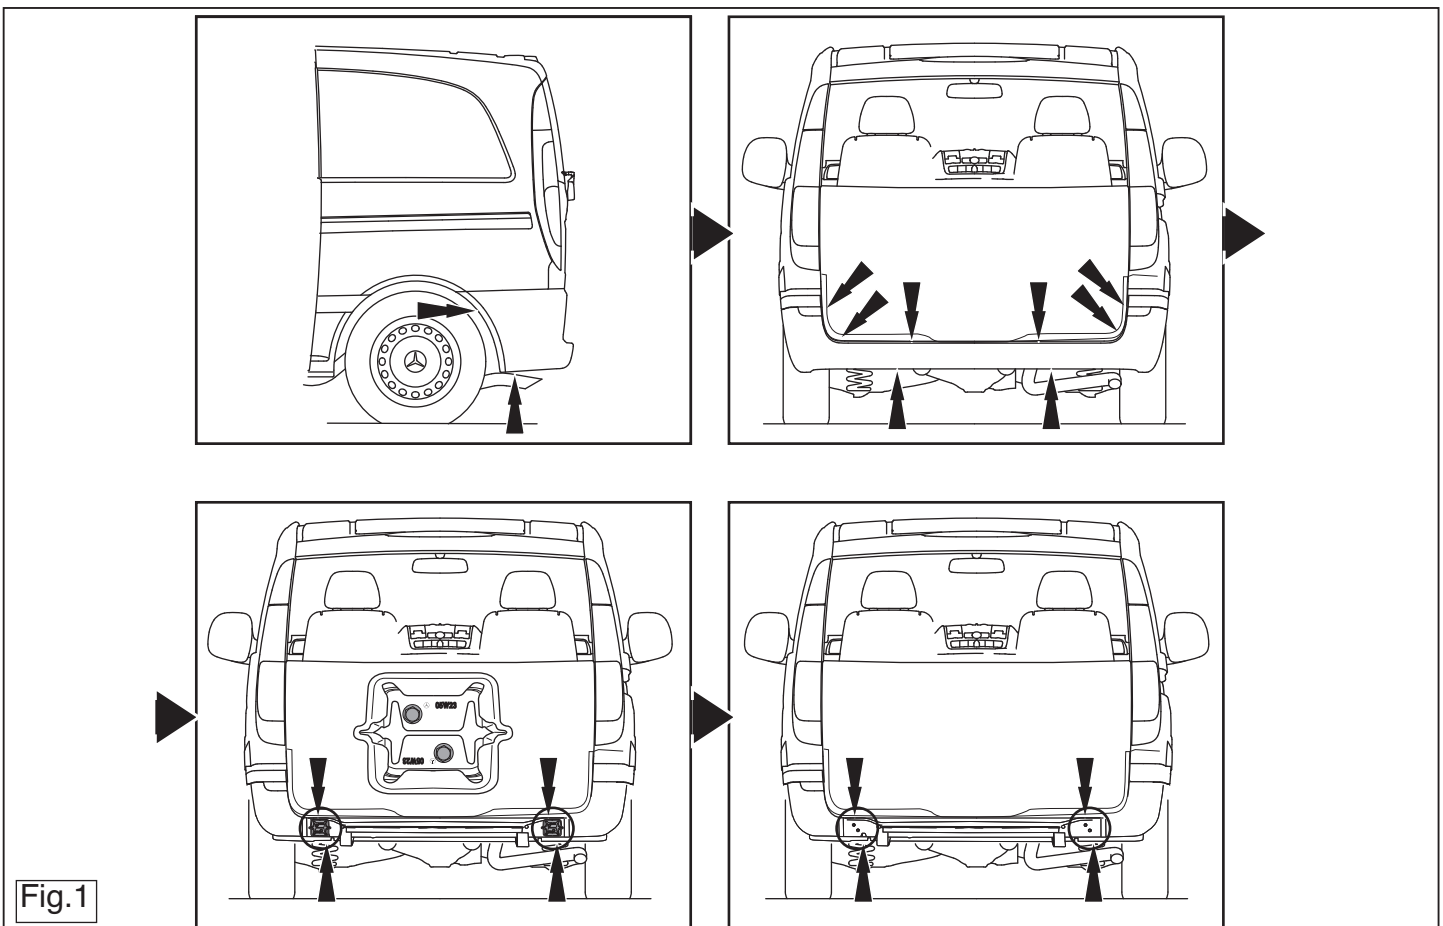

Fig.1
3. Remove the bumper (See figure 1).
4. Dismount the metal cover panels LH and RH side in the position of the frame members. These are fixed with 4 bolts. The cover panels will no longer be used (See figure 1).
8. Saw out the portions as indicated in fig. 1.
3. Démontez le pare-chocs. (Voir la figure 1).
4. Démontez les panneaux de couverture métallique à gauche et à droite au niveau des longérons du châssis. Ils sont fixés avec 4 boulons. Replacer les boulons. Les panneaux de couverture métallique ne seront pas remontés (Voir la figure 1).
8. Scier les parties indiquées conformément à la figure 1.
3. Zdemontować zderzak (Patrz rysunek 1).
4. Złóż metalową pokrywę panelu po prawej i lewej stronie umieszczonej w ramie podwozia. Są one montowane z czterema śrubami. Pokrywy nie będą ponownie wykorzystywane (Patrz rysunek 1).
3. Die Stobstange abmontieren (Siehe Abbildung 1).
4. Die Metallabdeckklappen links und rechts im Bereich des Chassis-rahmes demontieren. Diese sind mit 4 Schrauben befestigt. Die Schrauben wieder anbringen. Die Abdeckklappen werden nicht mehr benötigt (Siehe Abbildung 1).
8. Gemäß Abb. 1 die angegebene Teile herauslagern.
8. Såga ut delarna enligt fig. 1.
3. Demonter kofangeren (Se fig. 1).